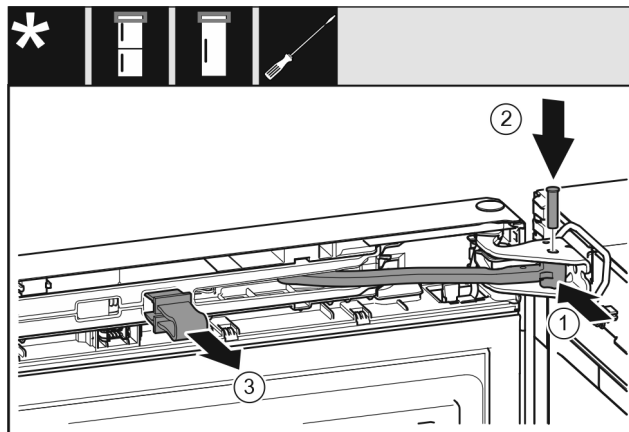

Fig. 52
- ▶ 将铰链 Fig. 52 (1) 转入托架。
- ▶ 将螺栓 Fig. 52 (2) 插入托架和铰链。同时注意止动凸轮需正确地处于凹槽中。
- ▶ 取下保险装置 Fig. 52 (3)。